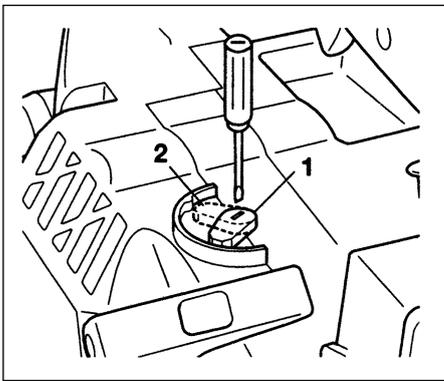

Рис.2-4В
4. Быстро потянуть возвратный стартер, крепко удерживая рычаг в руке и не позволяя ему защёлкнуться назад. (Рис. 2-4)
Система противообледенения (Рис.2-4В) Если Вы используете устройство зимой или в холодную погоду, переместите уровень вперёд (2) для защиты карбюратора от обледенения, в противном случае просто оставьте уровень в его обычном положении (1).